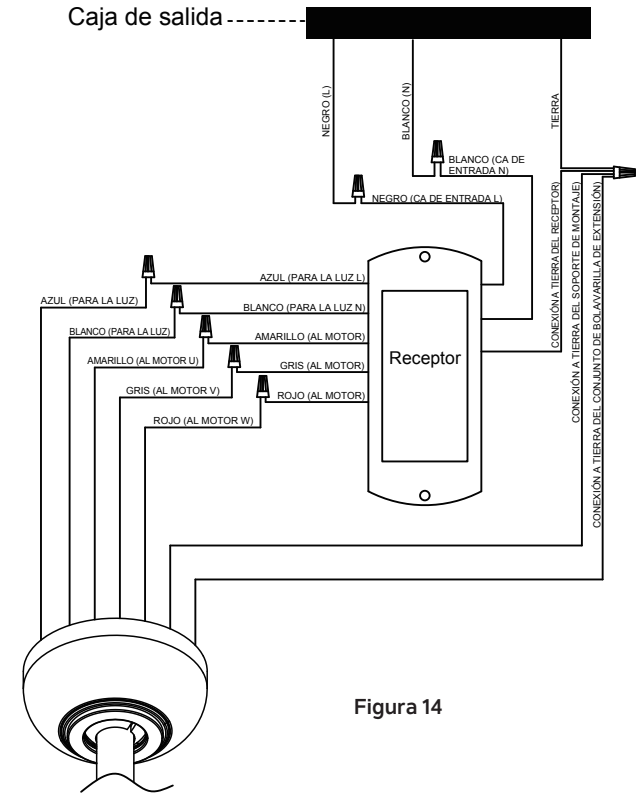

Figura 14
**Paso 1.** Conecte el cable AZUL (PARA LA LUZ) del ventilador al cable AZUL marcado “PARA LA LUZ L” del receptor. **(Figura 14)**
**Paso 2.** Conecte el cable BLANCO (PARA LA LUZ) del ventilador al cable BLANCO marcado “PARA LA LUZ N” del receptor. **(Figura 14)**
**Paso 3.** Conecte el cable AMARILLO (AL MOTOR U) del ventilador al cable AMARILLO marcado “AL MOTOR” del receptor. **(Figura 14)**
**Paso 4.** Conecte el cable GRIS (AL MOTOR V) del ventilador al cable GRIS marcado “AL MOTOR” del receptor **(Figura 14)**
**Paso 5.** Conecte el cable ROJO (AL MOTOR W) del ventilador al cable ROJO marcado “AL MOTOR” del receptor. **(Figura 14)**
**Paso 6.** Conecte el cable NEGRO (L) SE SUMINISTRO de la caja de salida al cable NEGRO marcado “CA EN L” del receptor. **(Figura 14)**
**Paso 7.** Conecte el cable BLANCO (N) neutro de la caja de salida al cable BLANCO marcado “CA DE ENTRADA N” del receptor. **(Figura 14)**
**Paso 8.** Conecte los cables de CONEXIÓN A TIERRA (VERDE) del soporte de montaje, la bola de suspensión y el receptor a la CONEXIÓN A TIERRA (VERDE) o el CABLE DESNUDO (COBRE) de la casa. **(Figura 14)**